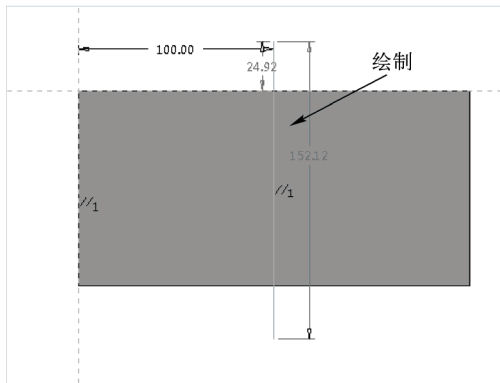

图 13-46 绘制草绘截面
STEP 05 弹出“草绘”对话框，选择模型的上表面为草绘平面，接受默认的草绘视图方向和参考，单击“草绘”按钮，进入草绘环境，单击“草绘”选项卡中的相应按钮，绘制草绘截面，如图 13-46 所示。